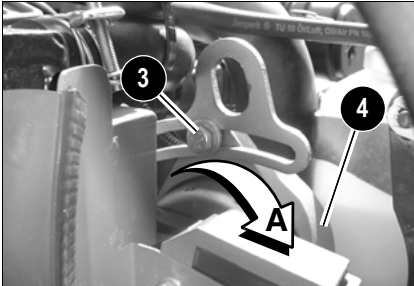

Fig. 27: Retensado de la correa
- ☞ *Apretar la dinamo con un medio auxiliar apropiado en dirección de la flecha A hasta alcanzar la tensión correcta de la correa trapezoidal (Fig. 27)*